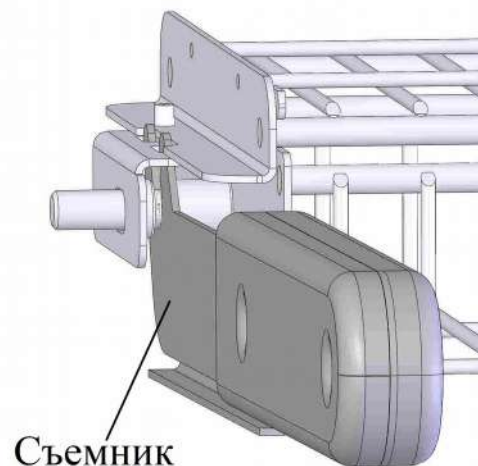

Рис.2
4.4 Чтобы предотвратить ожог рук обслуживающего персонала, шампур с готовыми к употреблению продуктами вынимают из камеры при помощи съемников, входящих в комплект гриля «Командор» (рис.2).